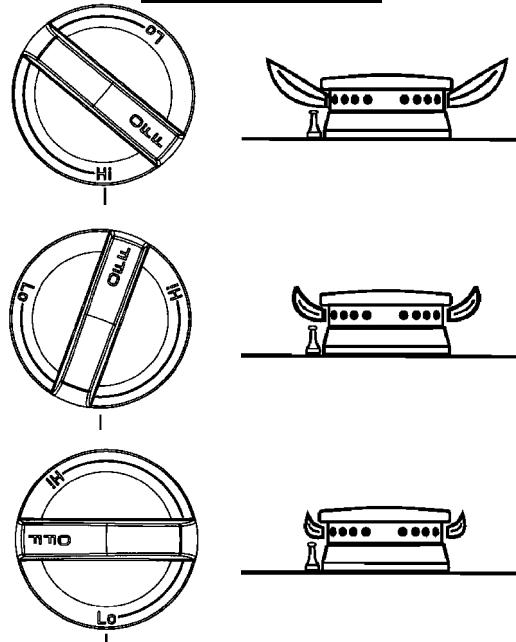

FIGURE 14
Une fois les étapes de conversion A, B et C terminées, comparer l'apparence de la flamme à plein feu et à feu doux de chaque brûleur à celles de la figure 14. Si elle semble trop longue ou trop courte, revérifier que chaque étape a été effectuée correctement.
- Commencer à la position GPL (voir le n° 5, page 9, sous C. RÉGLAGE DE LA FLAMME À FEU DOUX) et tourner la vis de réglage dans le sens anti-horaire jusqu'à ce qu'elle se stabilise et qu'elle ressemble à la flamme du réglage "feu doux" de la figure 14. Un brûleur correctement réglé produit une flamme bleue stable d'une longueur minimum. Vérifier le réglage en passant le bouton du plein feu au feu doux et vice versa à plusieurs reprises. La flamme ne doit pas s'éteindre.
Une fois les étapes A, B et C de la conversion terminées, vérifier l'apparence de la flamme de chaque brûleur à feu doux (Lo) et à plein feu (Hi) contre la figure 14. Si la flamme paraît trop grande ou trop petite, s'assurer que chaque étape a été effectuée correctement.